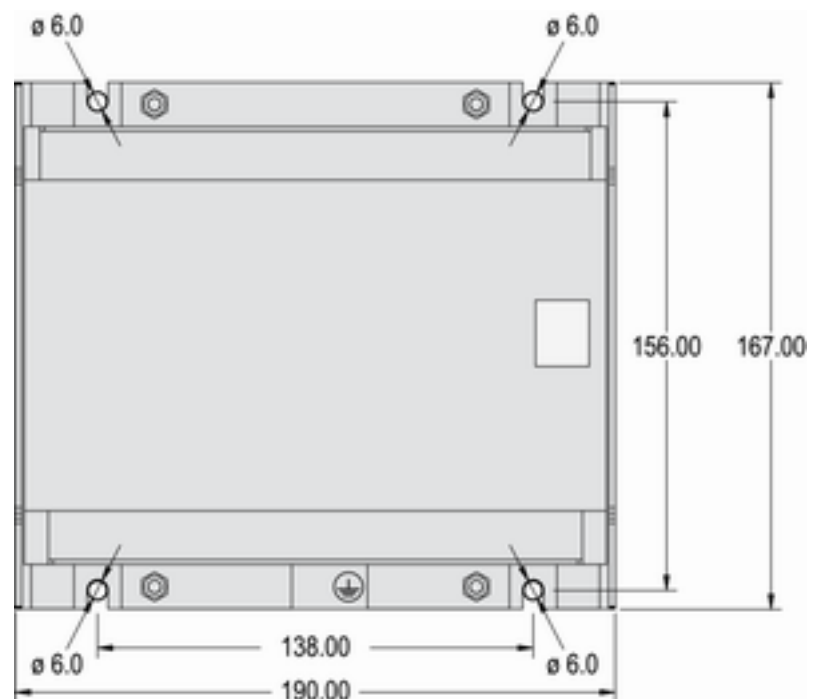

Abb. 10: Blechgehäuse - Bohrschema
1. ➤ Bohren Sie die Löcher entsprechend den Abmessungen in Abb. 10 (Abmessungen in mm dargestellt).